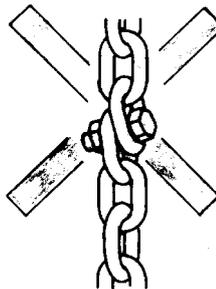

Abb. 7
- Lastkette nicht knoten oder mit Bolzen/Schraube/Schraubendreher oder ähnlichem verkürzen (s. Abb. 7). Fest in Hebezeuge eingebaute Lastketten dürfen nicht instandgesetzt werden.